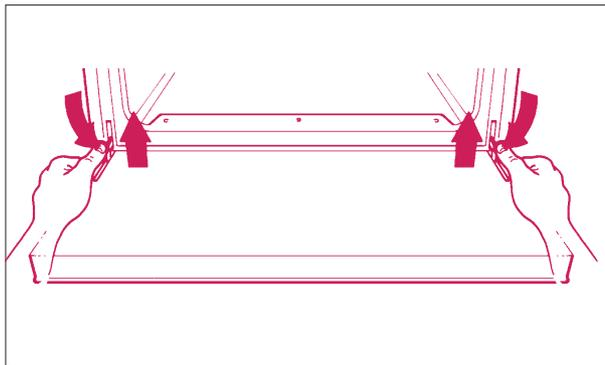

Fig.24
A) Com as duas mãos segure a Porta da Estufa e pressione para baixo a mola da Dobradiça. Simultaneamente, faça um ligeiro esforço para cima a fim de desencaixar a Dobradiça (Fig.24).